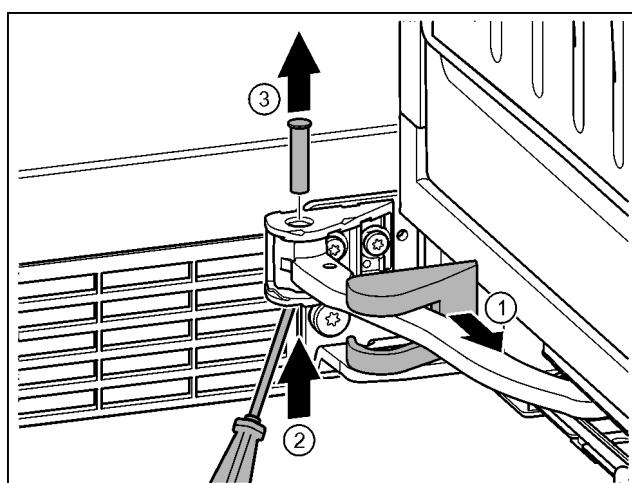

Fig. 19
- ▶ Зніміть кришку опорного кронштейна та перемістіть вздовж шарніра. Fig. 19 (1)
- ▶ Рукою чи викруткою підйміть палець знизу. Fig. 19 (2)
- ▶ Перемістіть викрутку під голівку пальця і витягніть. Fig. 19 (3)